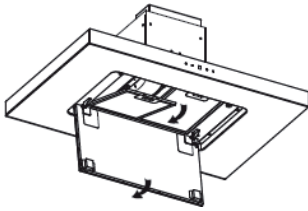

Figure 1
1. Ouvrez le panneau lumineux LED et retirez le filtre à graisse (voir figure 1).